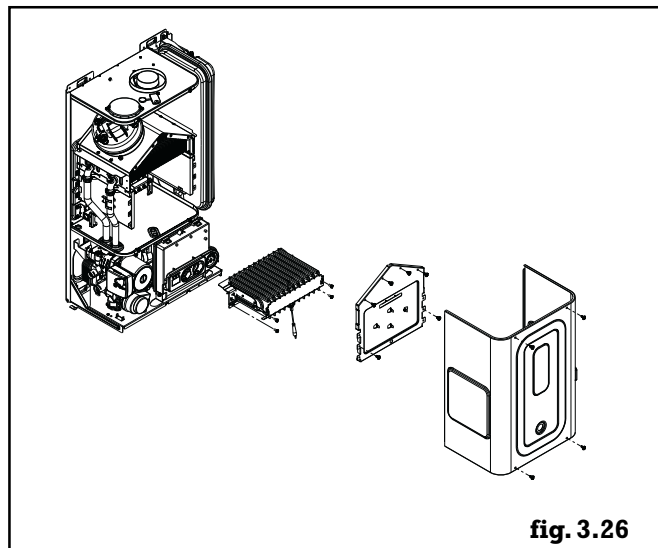

fig. 3.26
- déposer l'habillage et les 2 faces avant de la chambre de combustion (fig.3.26)
- Déposer les 2 faces avant de la chambre de combustion (4 + 6 vis) (fig. 3.26)